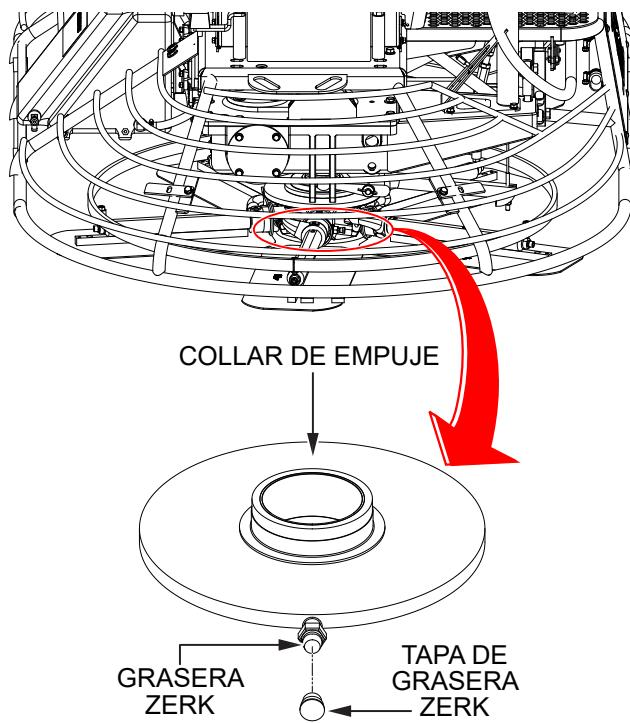

Figura 27. Lubricación del collar de empuje
1. Localice la grasería Zerk en el conjunto de empuje (Figura 27). Quite la tapa de la grasería Zerk y póngala a un lado.